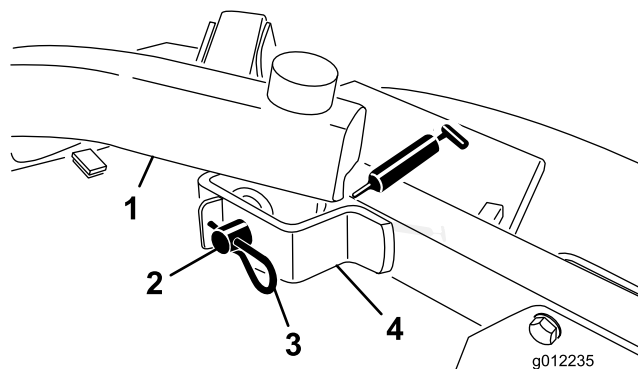

Figure 22
- Pivots de bras de relevage avant (2) (Figure 22)